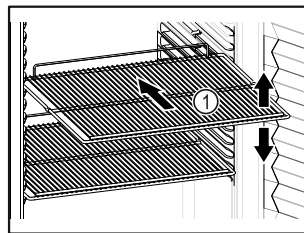

Fig. 39 Примерно изображение
- Ако стелажите за съхранение Fig. 39 (1) могат да се местят, регулирайте ги според височината.